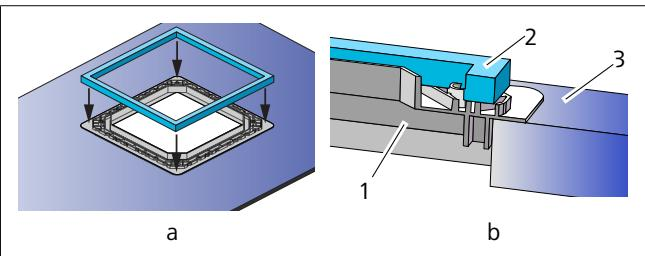

Bild 13 Montering av packningen på en adapterram (400 x 400 utskärning)
- Dra av bakpappret och fäst packningen på adapterramen (400 x 400 utskärning). Se Bild 13-a och b.